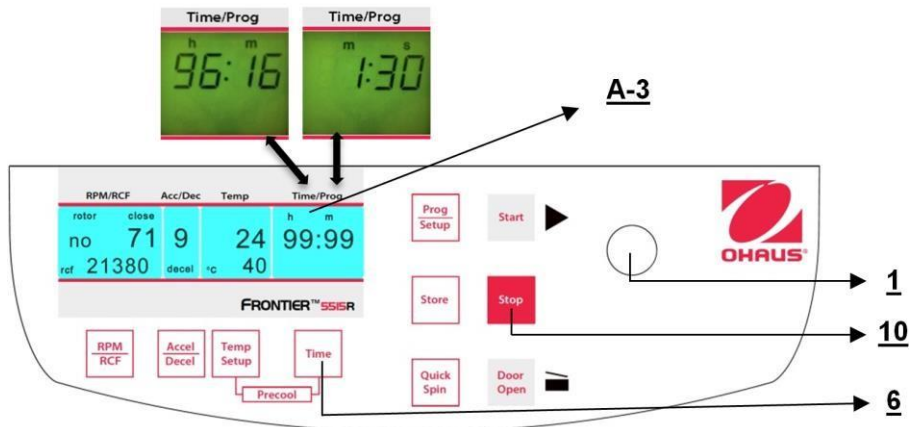

Figura 17
3. La operación continua **"cont"**, que puede interrumpirse con el botón **"Stop"** (10) (vea la Figura 17).
La pantalla siempre muestra el tiempo de operación restante. (Vea la figura 17.)